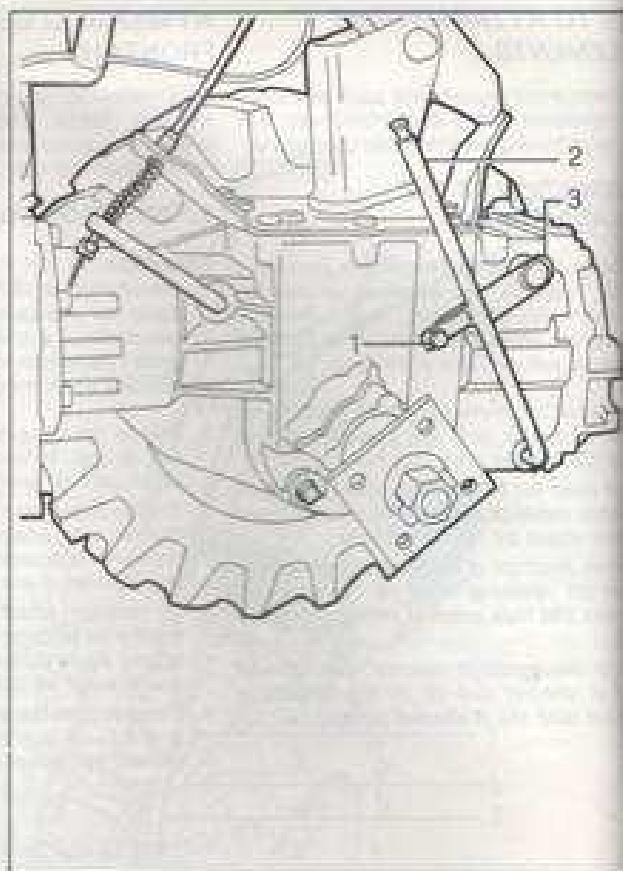

Fig. 9 - Bild 9
1. Remove the hex head screw (fig. 9, part 1) located on the p.t.o. control lever; consequently the p.t.o. lever (2) will be caused to engage freely without being precluded by lock (3).
1. Enlever la vis à tête de six pans (fig. 9, rep. 1) installée sur le levier de commande de la p.d.f.; après quoi le levier de la p.d.f. (2) pourra se connecter aisément sans être arrêté par l'obstacle (3).
1. Die Sechskantschraube (Bild 9, Detail 1) entfernen, die auf dem Zapfwelle-Steuerhebel angeordnet ist. Dadurch kann der Zapfwelle-Steuerhebel (2) ohne Hindernisse eingeschaltet werden (3).
1. Rimuovere la vite a testa esagonale (fig. 9, part. 1) installata sulla leva di comando p.d.p.; di conseguenza la leva della p.d.p. (2) potrà innestarsi liberamente senza essere bloccata dall'impedimento (3).